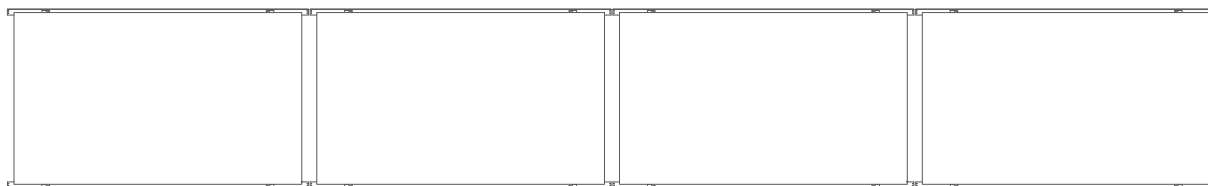
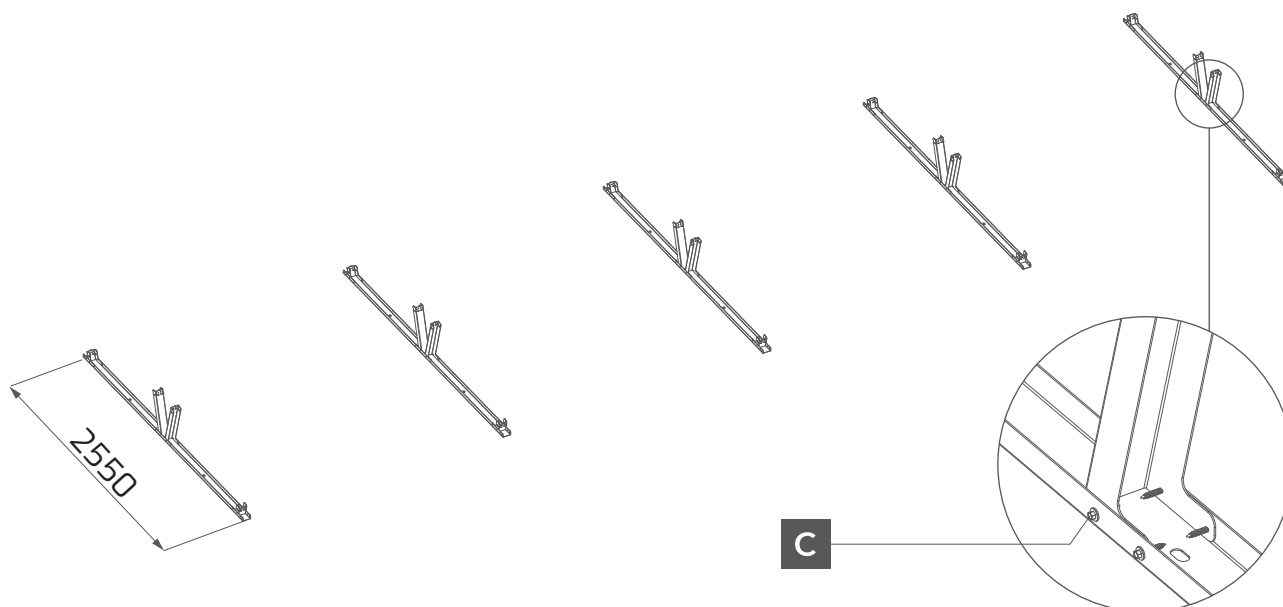

Abb. 1 Modularer Aufbauplan
Abb. 2 Anordnung der Montagedreiecke
- 1 Vor der Montage muss der Aufstellungsplan für die Module (Abb. 1) und die Montage-dreiecke (Abb. 2) festgelegt werden. Die Art der Befestigung der Montagekonstruktion auf dem Dachfeld ist abhängig von der Art des Daches und wird individuell gewählt.